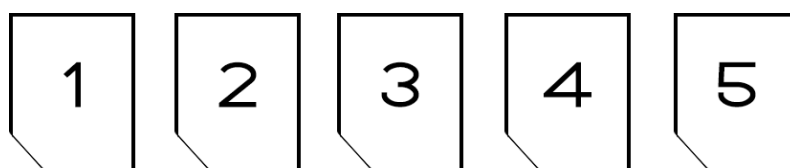

Рисунок 9 – Схема расположения слотов 1-5 для установки планшетов в автоматической станции «COLIBRI 96»
3. Установить планшет с *Раствором МЧ+* и внесенными образцами в слот № 2 рабочей зоны станции (см. рис. 9 и 10).
4. Установить гребенку «Защитных насадок для стержневых магнитов-96» в чистый 96-луночный планшет. Планшет с гребенкой установить в слот № 1 рабочей зоны станции (см. рис. 9 и 10).
5. Аккуратно убрать защитный слой с двух планшетов с *Промывочным раствором ПР* и установить планшеты в слоты № 3 и 4 рабочей зоны станции (см. рис. 9 и 10).
6. Аккуратно убрать защитный слой с планшета с *Элюирующим раствором ЭР* и установить планшет в слот № 5 рабочей зоны станции (см. рис. 9 и 10).